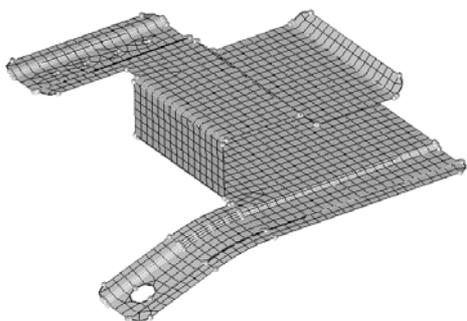

图 4-9 模型中面二维网格
- (5) 设置 mesh type 为 mixed。
- (6) 将面板左下侧的 meshing mode (分网方式) 从 interactive 切换为 automesh。
- (7) 确认选择 elems to surf comp 选项。
- (8) 选择 surfaces>displayed。
- (9) 单击 mesh 生成网格, 如图 4-9 所示。
- (10) 单击 return 按钮, 返回主面板 (main menu)。